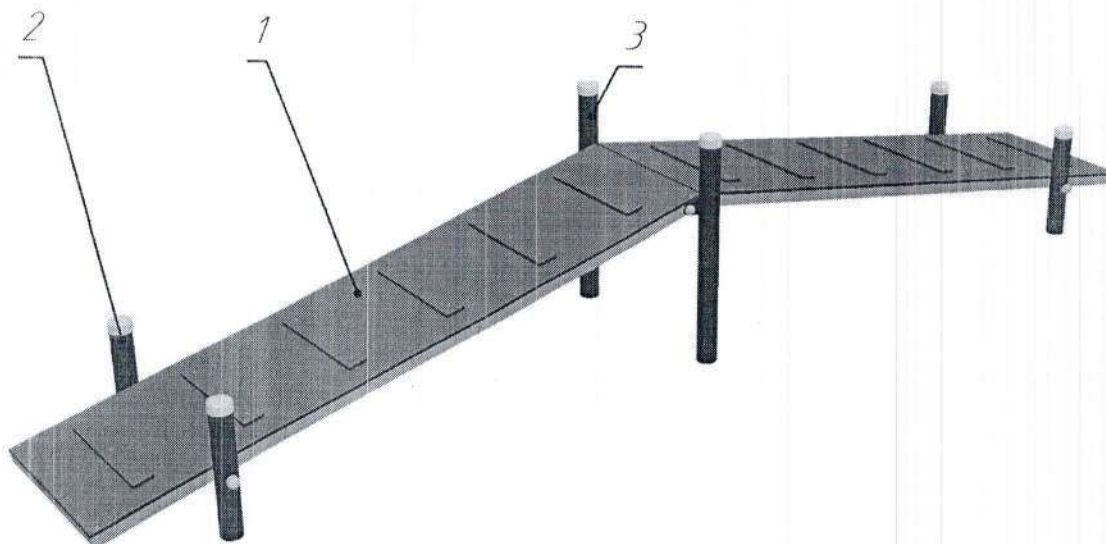

Рис.1 Общий вид Эстакады РТР 729Е
4.1. Эстакада РТР 729Е (см. рис.1) представляет собой сборную конструкцию, состоящую из двух пандусов **1**, закрепленных на столбах **2** и **3**.